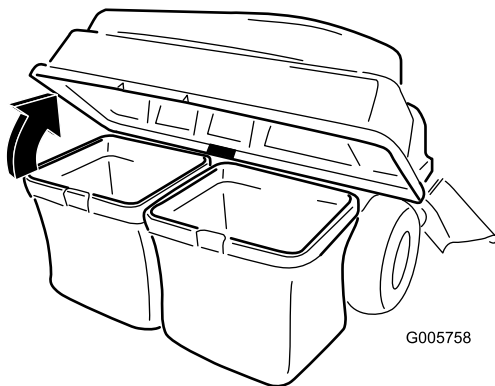

Figure 11
3. Ouvrez (soulevez) le couvercle du système de ramassage (Figure 11).